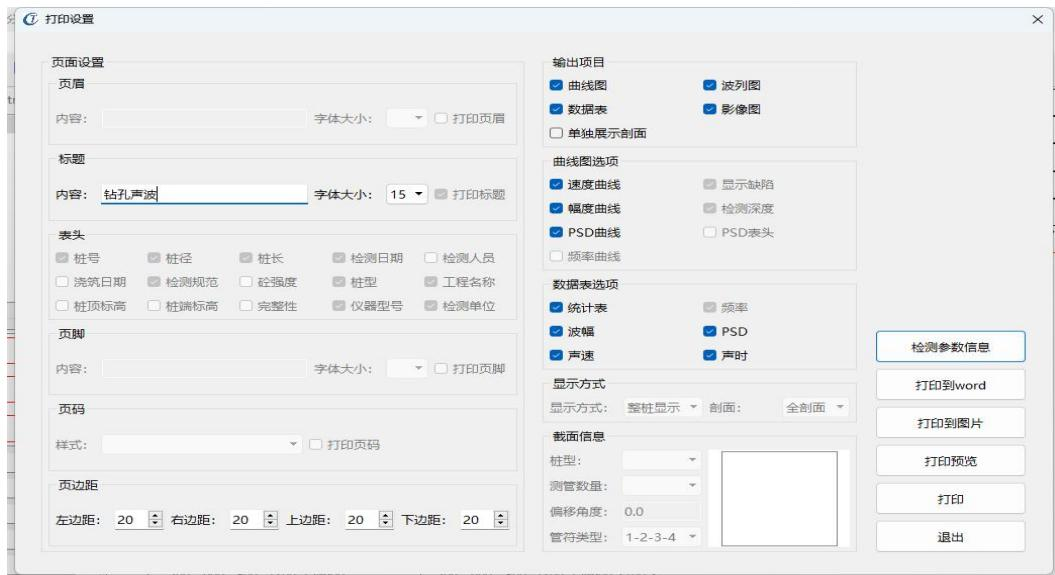

图3-5 打印设置界面
2. 进行页面设置、表头设置、输出项目的选择、曲线图的选择、桩截面图的设置等。如图3-5打印设置界面所示